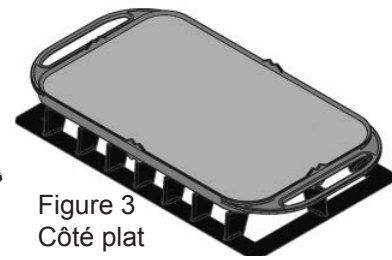

Figure 3
**Les woks ayant une base circulaire (avec un anneau).** **NE PAS** utiliser de wok si son anneau de métal excède les limites du brûleur (voir figure 3). Cet anneau retient la chaleur, ce qui peut endommager la surface de cuisson.
N'utilisez PAS un Wok avec un anneau qui dépasse les limites du brûleur - **Figure 3**